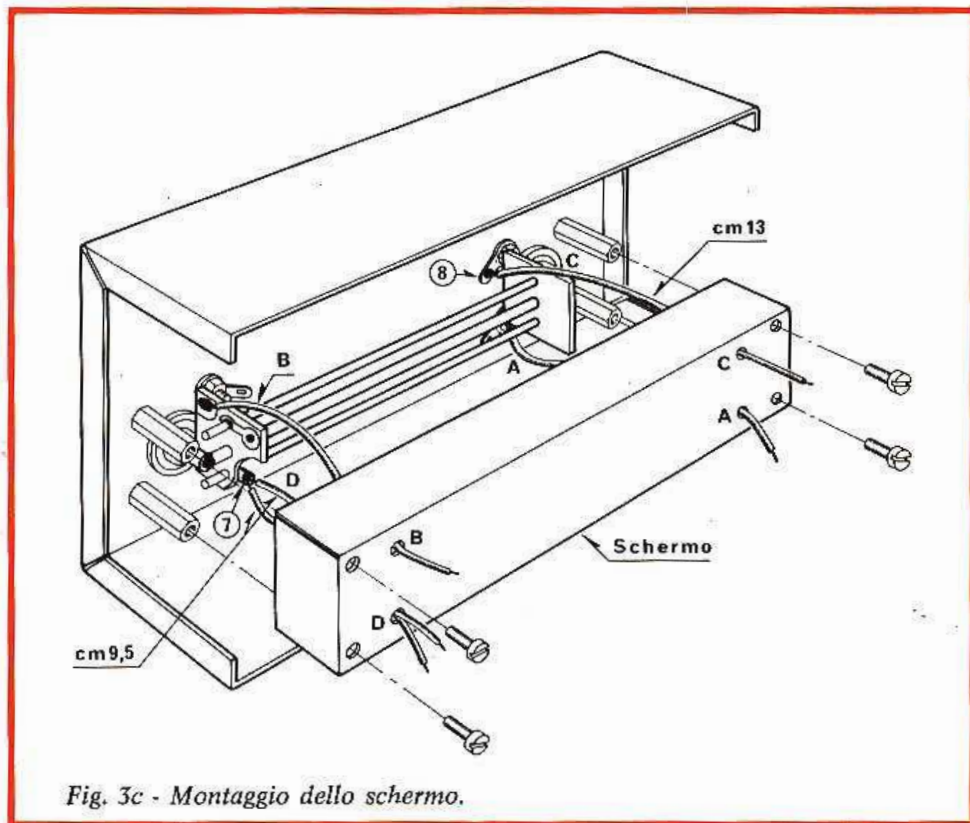

Fig. 3c - Montaggio dello schermo.
4) Montare il resistore R1 inserendone i terminali tra il foro 2 del circuito stampato dalla parte isolante e il foro dell'ancoraggio 8; tenere i terminali i più corti possibile - saldare e tagliare i terminali che superano i 2 mm dal piano del rame e dal foro dell'ancoraggio. Montare il resistore R2 inserendo i terminali tra il foro 4 del circuito stampato dalla parte isolante, e il foro dell'ancoraggio 7 con il medesimo procedimento di R1. Saldare all'ancoraggio 8 uno spezzone di trecciola isolata di colore bianco e della lunghezza di cm 13 indicata nella fig. 3C con la lettera C. Saldare all'ancoraggio 7 due spezzone di trecciola isolata di colore bianco e della lunghezza di cm 9,5 indicati nella fig. 3C con la lettera D.
5) Montare lo schermo secondo il disegno visibile in fig. 3C facendo passare ogni conduttore attraverso il proprio foro e fissandolo mediante quattro viti del  $\varnothing 3 \times 7$  mm.